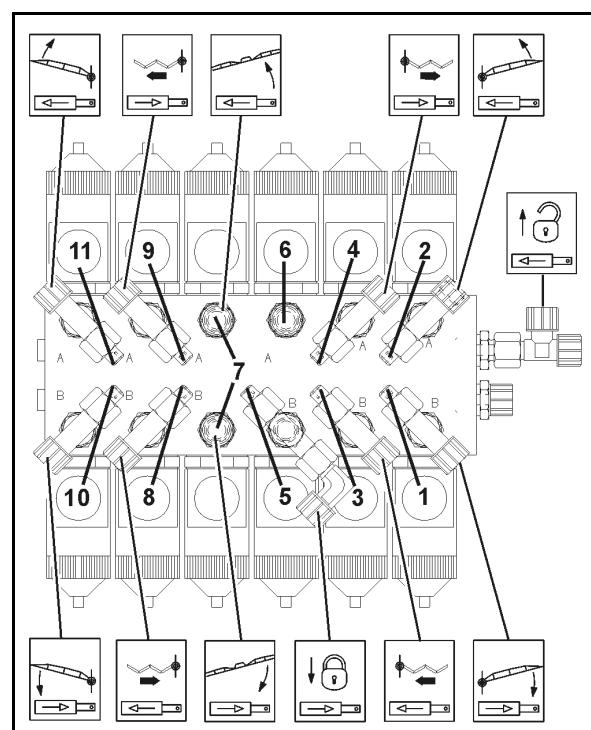

Fig. 186
1. Desfaceți contrapiulița șurubului de reglare (Fig. 186/1).